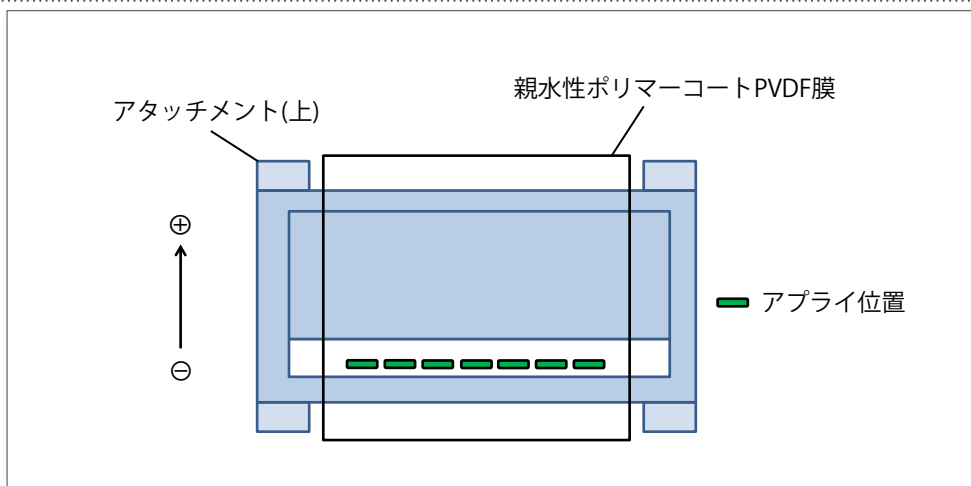

図7. アタッチメント (上) の設置方向とアプライ位置の例
- 8 通電を止め、電気泳動マーカーおよび泳動したい検体をアプライします。アプライは通常 1 μ L/ レーンです (図7)。